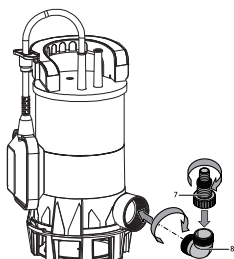

Abb. 1
1. Schrauben Sie das Winkelstück (8) auf den Anschluss mit 1 1/2" Innengewinde (6).
2. Schrauben Sie das Reduzierstück (7) auf das Winkelstück (8). (siehe Abb.1)